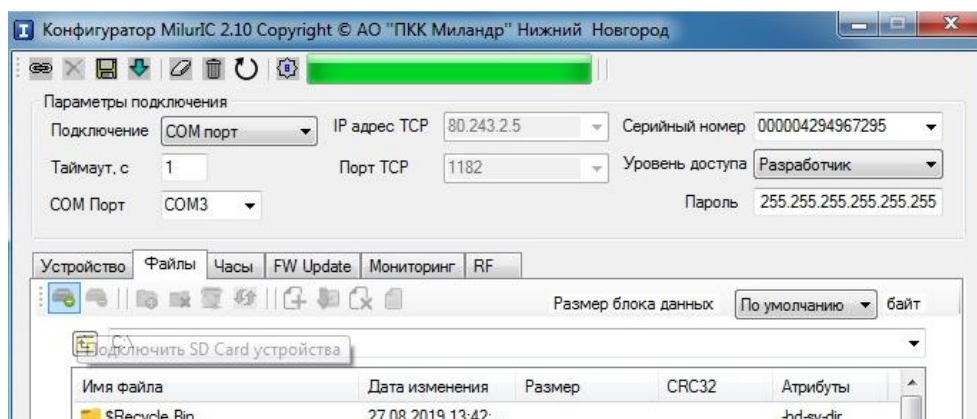

Рисунок 37
- нажать иконку  «Подключить SD Card устройства» (рисунок 37);